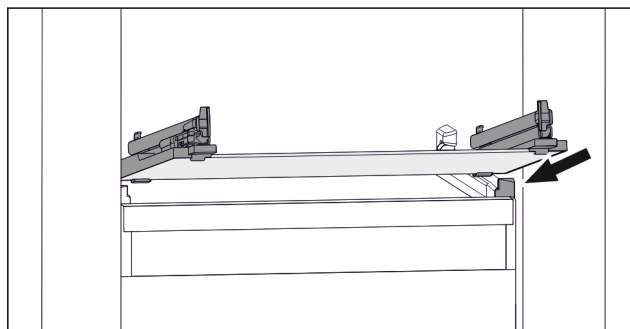

Fig. 73 Beispielhafte Darstellung der Glasplatte
- Glasplatte schräg hinter den Stoppern aufsetzen. (siehe Fig. 73)